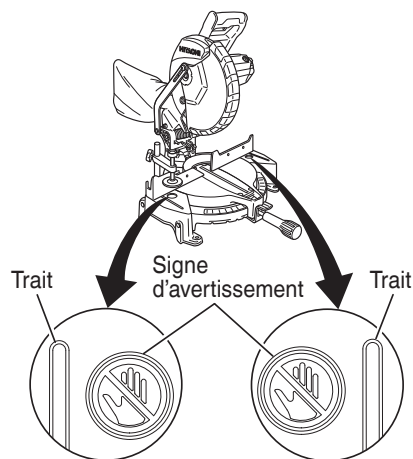

Fig. 12
- * Ne jamais amener les membres à l'intérieur de la ligne à côté du signe d'avertissement pendant que l'outil fonctionne. Cela pourrait être dangereux (voir Fig. 12).